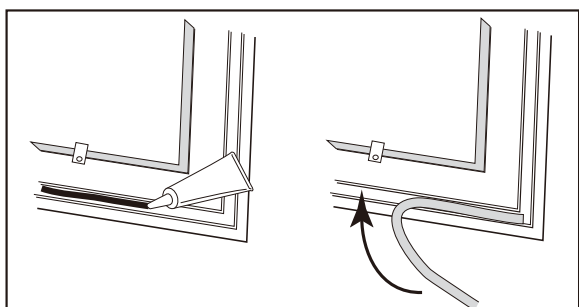

図 26 溝にシリコンシーラントを置き、その上からガスケットを押し込みます。
5. 掃除した溝の中に、直径 3mmほどのシリコンシーラントを置いていきます。(図 26)
6. 一方の端から始めて、ガスケットを溝に押し込んで行きます(図 26)。ガスケットを一巡させて、余分を切り落とすときは、端同士が必ず接触するようにしてください。ガスケットの端が重なったり、端がほぐれたままにしないでください。